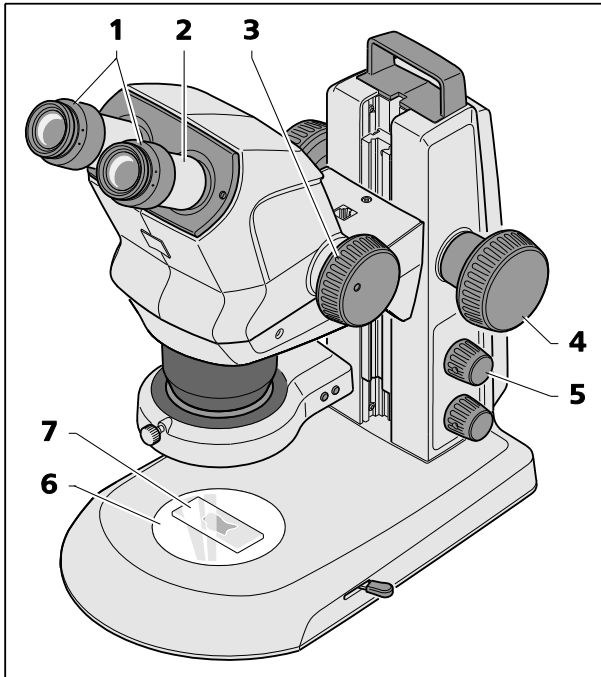

Abb. 13 Stereomikroskop einstellen
1. Eine Probe (Abb. 13/7) mittig auf der Glas- oder Kunststoffplatte (Abb. 13/6) platzieren und beleuchten (Abb. 13/5).
2. Den Dioptrienausgleich an den verstellbaren Okularen (Abb. 13/1) auf „0“ stellen.
3. Zum Einstellen des individuellen Augenabstands den Okulartubus (Abb. 13/2) seitlich verschieben, bis beim Blick in die Okulare mit beiden Augen nur **ein** vollständiger Lichtkreis (Probenfeld) sichtbar ist.
4. Den Zoom (Abb. 13/3) zunächst auf die geringste Vergrößerung einstellen.
5. Auf ein kleines charakteristisches Detail in der Mitte der Probe (Abb. 13/4) scharf stellen.
6. Den maximalen Zoomwert (Abb. 13/3) einstellen. Durch die Vergrößerung erscheint das fokussierte Detail wahrscheinlich unscharf und nicht mehr in der Bildmitte.
7. Erneut mit dem Triebknopf auf das ausgewählte charakteristische Detail scharf stellen, bis es in der Objektfeldmitte (Abb. 13/4) wieder scharf sichtbar ist.
8. Wieder den geringsten Zoomwert (Abb. 13/3) einstellen und etwaige Bildunschärfe durch Justieren des Dioptrienausgleichs **an den verstellbaren Okularen für jedes Auge einzeln** anpassen (Ausgleich von Fehlsichtigkeit)(Abb. 13/1).
Für diesen letzten Schritt **nicht** den Triebknopf (Abb. 13/4) verwenden.
- Den Knopf (Abb. 13/5) drücken, um die Auflichtbeleuchtung (Spot-Leuchte oder Doppelspot-Leuchte) ein- oder auszuschalten.